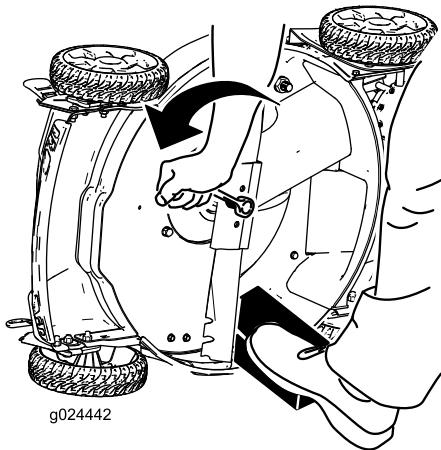

Figura 29
3. Utilice un bloque de madera para inmovilizar la cuchilla (Figura 29).
- Retire la cuchilla, conservando todos los herrajes de montaje (Figura 29).